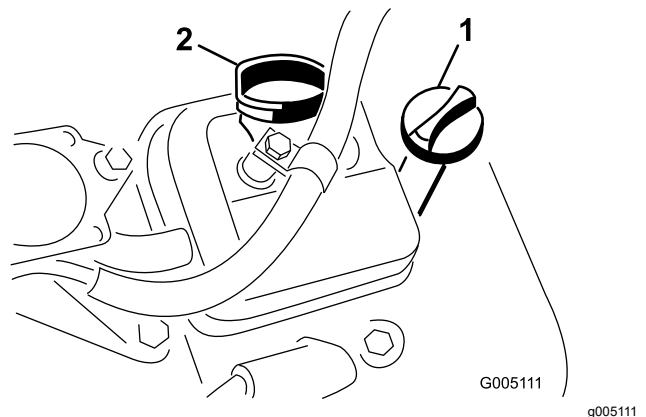

Figura 33
3. Introduzca la varilla en el tubo y enrósquela en el tubo (Figura 33).